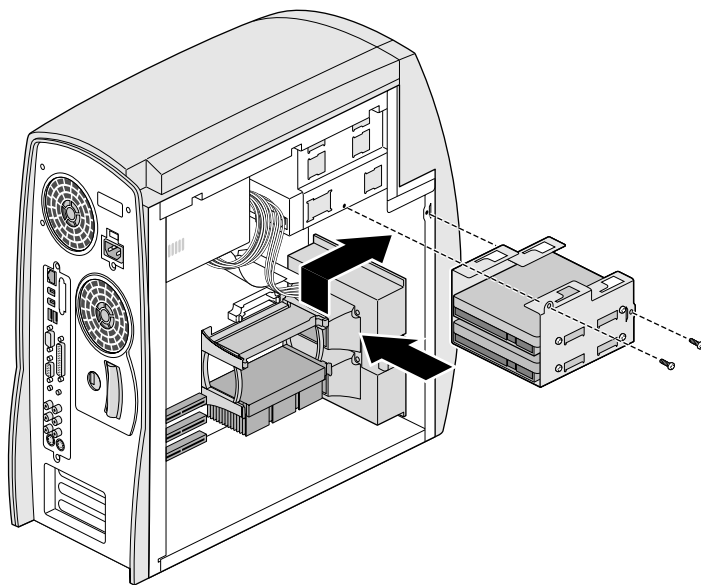

图 4-13 安装内部硬盘驱动器托架
11. 将托架安装到驱动器插槽中。具体如图 4-13 所示。